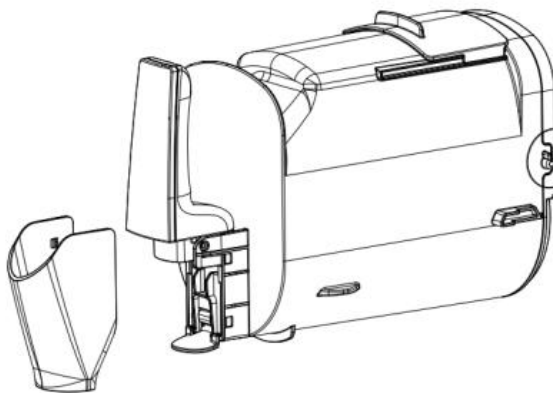
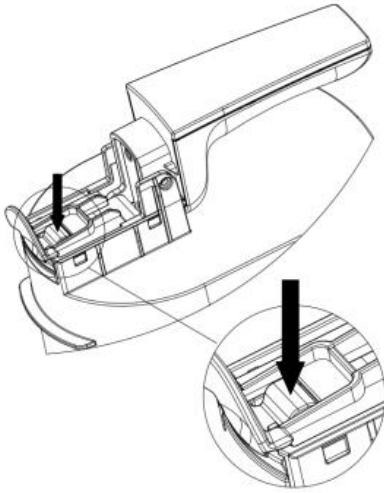

Figure 4
Figure 5
3. Reinigung des Auslassanschlusses: Nehmen Sie die Auslassabdeckung ab (Abbildung 4), drücken und halten Sie die Befestigungsposition der Auslasshalterung (Abbildung 5), öffnen Sie dann den Fassgriff und